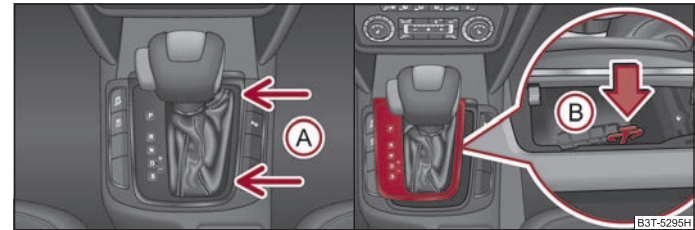

Abb. 140 Wählhebel-Notentriegelung
- Fassen Sie die Wählhebelabdeckung an den Stellen der Pfeile (A) ⇒ Abb. 140 und ziehen Sie diese vorsichtig nach oben.
- Drücken Sie mit einem Finger das gelbe Kunststoffteil in Pfeilrichtung (B).